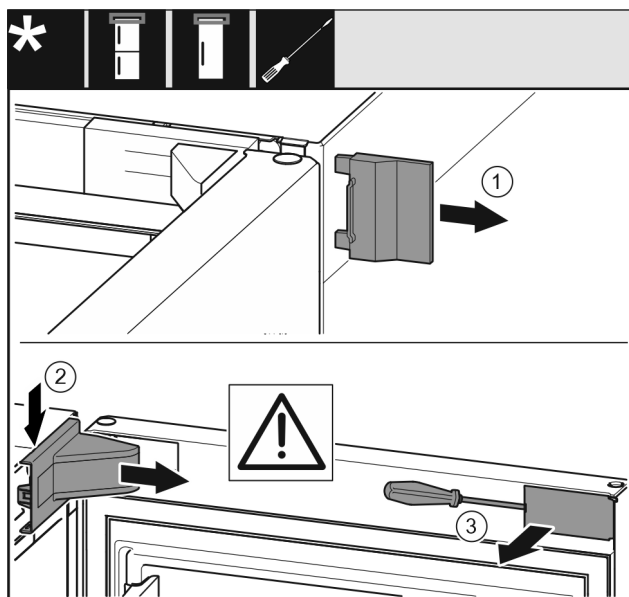

Fig. 8
- ▶ Sejměte vnější kryt. Fig. 8 (1)
- ▶ Odjistěte a uvolněte kryt stojanu ložiska. Sejměte kryt stojanu ložiska. Fig. 8 (2)
- ▶ Plochým šroubovákem vyjměte záslepku a otočte ji ke straně. Fig. 8 (3)